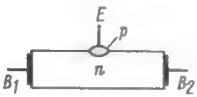

Bild 5. Doppelbasis- (Unijunction-) Transistor
5. Der zeitlichen Reihenfolge nach sollten wir hier den Doppelbasis-Transistor (unijunction transistor; Bild 5) einordnen, der schon 1954 entwickelt wurde, aber nur zögernd „ins Geschäft kam“.